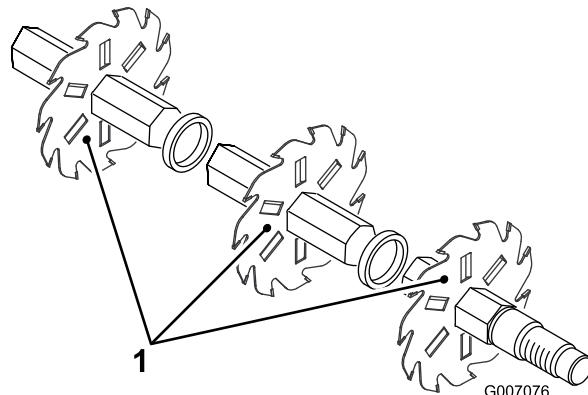

図 15
- 次のブレードを左に 1/6 回転ずらして、つまり、合い印が面一枚分左にずれるようにして、取り付ける（図 15）。以上の手順を繰り返しながら、ブレードとスペーサを交互に、最後まで取り付けてゆく。正しく組みあがれば、リール全体がきれいにねじれた形状の円柱となる。